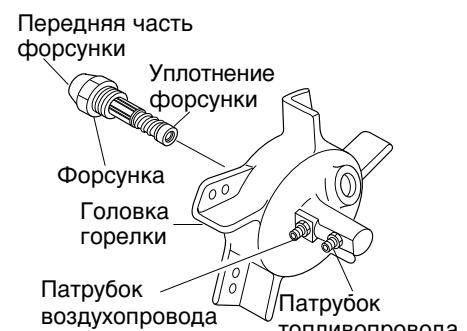

Рис. 24. Снятие форсунки, нагреватели мощностью 20, 29 и 44 кВт
- При помощи 5/8-дюймового торцевого гаечного ключа осторожно извлеките форсунку из головки горелки (см. рис. 24).